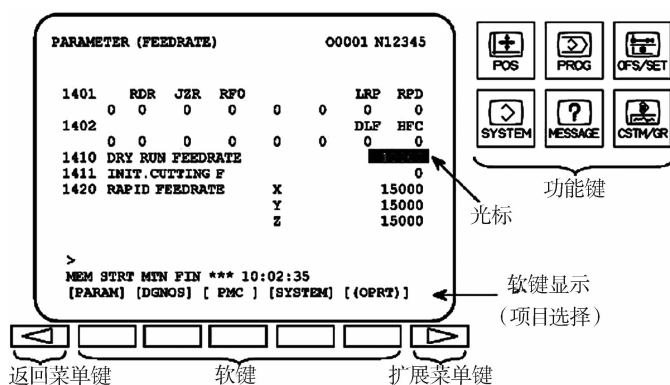

图 3-21 参数画面
(1) 按 MDI 面板上的功能键“SYSTEM”数次后，或者按功能键“SYSTEM”一次后再按软键 [PARAM] 选择参数画面，如图 3-21 所示。